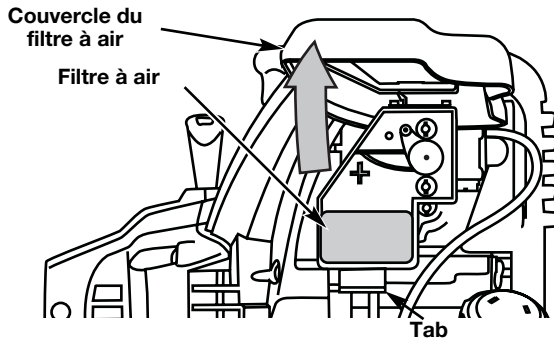

Fig. 31
1. Ouvrez la couverture du filtre à air. Poussez la languette sur le dessous vers l'intérieur. Tirez ensuite la couverture du filtre à air vers le haut et vers l'extérieur. (Fig. 31).
2. Retirez le filtre à air (Fig. 31).
6. Remplacez le filtre (Fig. 31).